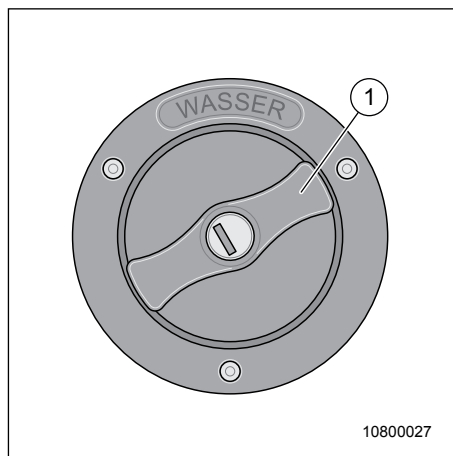

Fig. 53 Raccord de remplissage d'eau
Le réservoir d'eau se trouve du côté droit de votre van Malibu. Sur le raccord de remplissage d'eau (Fig. 53, pos. 1) le terme « Wasser » (eau) est inscrit. Le bouchon de fermeture s'ouvre et se ferme avec la clé de contact du véhicule.
1. Insérer la clé dans le cylindre de fermeture (Fig. 53, pos. 1) et tourner d'un quart de tour en sens inverse horaire. Retirer la clé.
2. Insérer la clé dans le cylindre de fermeture (Fig. 53, pos. 1) et tourner d'un quart de tour en sens horaire.
7. Fermer le raccord de remplissage d'eau (Fig. 53).